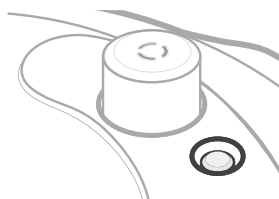

Figure 4.3
10. La soupape à flotteur s'abaisse pour indiquer que la pression a été entièrement relâchée. **[Figure 4.3]**